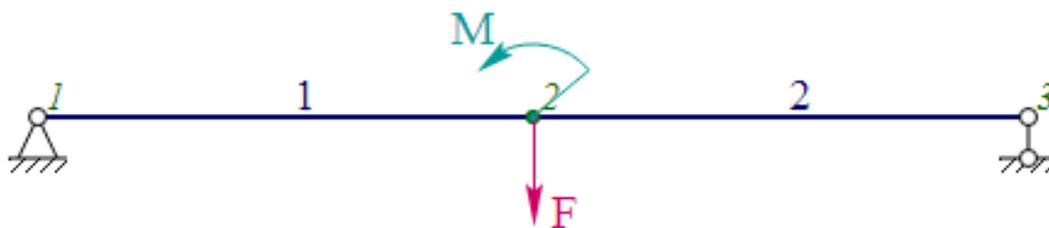

Рисунок 9 – Схема балки к заданию 7
7. Определите реакции связей и постройте эпюры поперечных сил и изгибающих моментов (рисунок 9). Заданы значения активных сил и моментов: $F = 5$ кН, $M = 15$ кН·м. Длины участков балки равны: $l_{12} = 3$ м, $l_{23} = 4$ м.